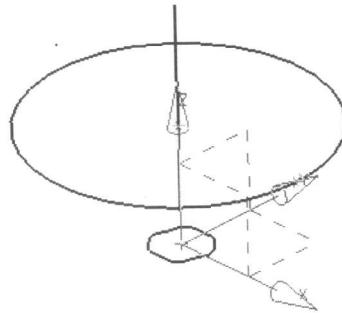

图1-26
4. 在高度为“42”处绘制半径为“50”的圆，圆心落在 zc 轴上，结果如图 1-26 所示。